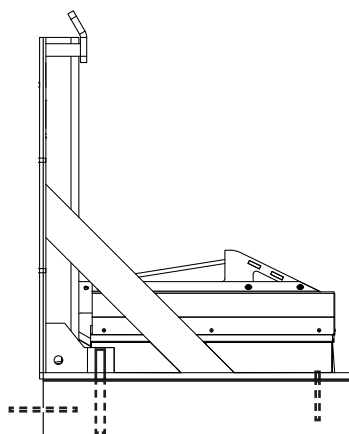

Figura 14
En la parte trasera del Stop-Tite, perfore orificios de 28.6 mm (1-1/8 pulg.) de diámetro x 178 mm (7 pulg.) de profundidad e instale dos (2) anclajes adhesivos de 25 mm (1 pulg.). En la parte delantera del Stop-Tite, instale dos (2) anclajes de cuña de 19 mm x 133 mm (3/4 x 5-1/4 pulg.) mínimo. Consulte la Figura 14.